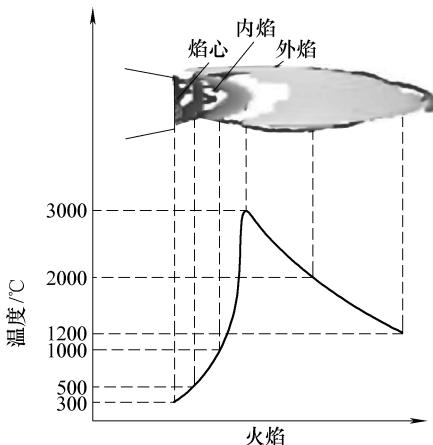

图 2-35 气焊焰类型与温度分布
4) 要进行焊接时，调节好氧气开关，使氧气和乙炔气量比例适当，燃烧充分，取得高温。在焊接电冰箱制冷管时，一般用中性火焰的内焰（见图 2-35），焊枪呈现中性火焰的前提是氧气与乙炔比例合适，所以调节火焰实际就是对氧气和乙炔的比例进行调节。